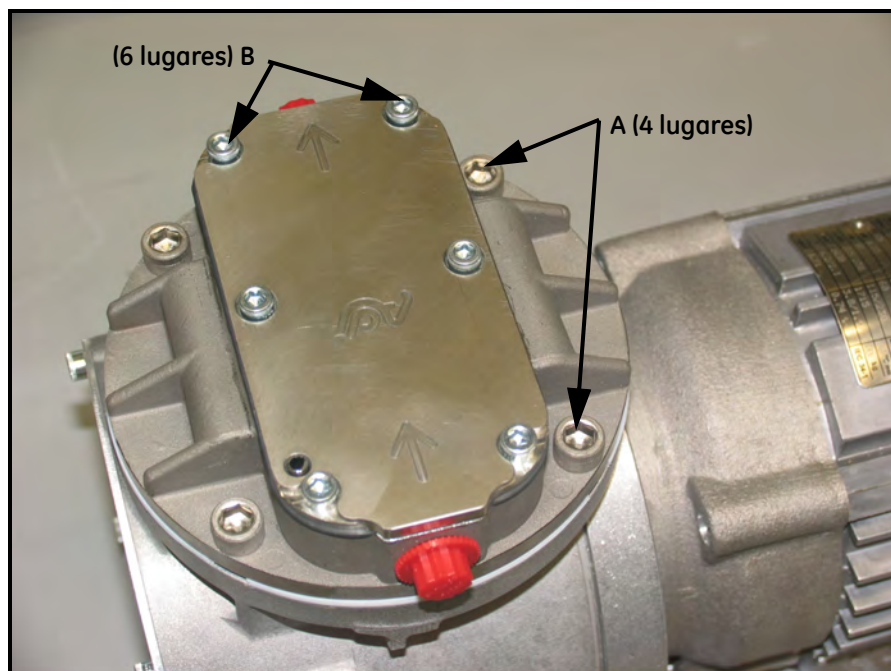

Figura 71: Localizar os parafusos da seção de cabeça e os parafusos cilíndricos
3. Remova a seção da cabeça desaparafusando os parafusos de cabeça cilíndrica de 1/4 pol. usando uma chave Allen de 1/4 pol. (veja Figura 71, etiquetada A)
4. Remova a tampa da válvula da cabeça desaparafusando os seis parafusos de cabeça cilíndrica de 5/32 pol. usando uma chave Allen de 5/32 pol. (veja Figura 71, etiquetada como B)